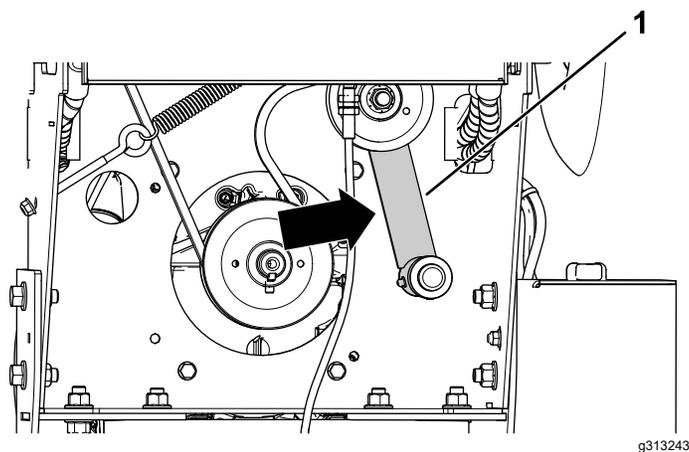

Figure 92
4. Écartez le bras de tension de la courroie et déchaussez la courroie existante des poulies (Figure 92).